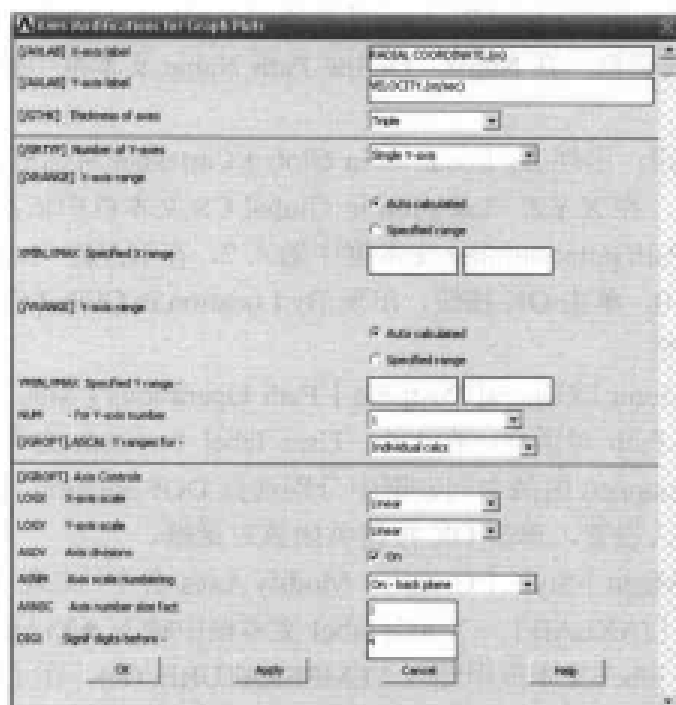

图 14-31 坐标轴设置对话框
(8) 单击 Apply 按钮, 在 Lab User label for item 文本框中输入 TEMP, 在 Item,Comp Item to be mapped 的两个列表框中分别选择 DOF solution、Temperature TEMP 选项, 单击 OK 按钮关闭该对话框。
(9) 选择 Utility Menu | PlotCtrls | Style | Size and Shape 命令, 出现 Size and Shape 对话框, 在 RATOY Y distortion ratio 文本框中输入 1, 其余选项采用默认设置, 单击 OK 按钮关闭该对话框。
(10) 选择 Utility Menu | File | Change Title 命令, 出现 Change Title 对话框, 在文本框中输入 AXIAL VELOCITY PROFILE, VX(R), 单击 OK 按钮关闭该对话框。
(11) 选择 Utility Menu | Style | Graphs | Modify Axes 命令, 出现 Axes Modifications for Graph Plots 对话框, 参照图 14-31 对其进行设置, 单击 OK 按钮关闭该对话框。